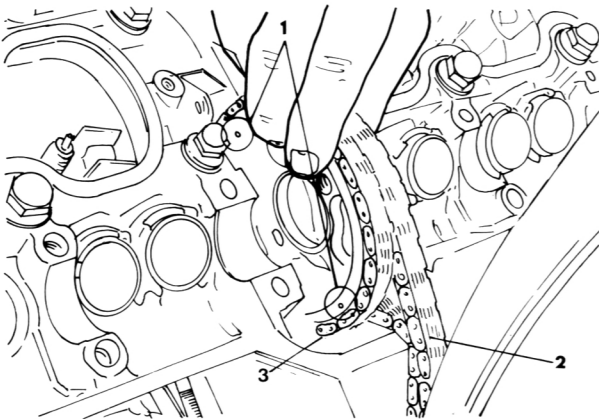

Bild 45
- Die Steuerkette über das Kettenrad legen und dabei darauf achten, dass die Einkerbungen auf dem Kettenrad auf die Zylinderkopfdichtungsfläche ausgerichtet sind (Bild 45).